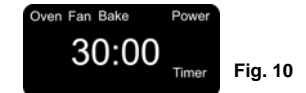

Fig. 10
6. Pour régler la durée, appuyez sur le bouton Augmentation/Diminution jusqu'à la durée désirée. (Fig. 10)